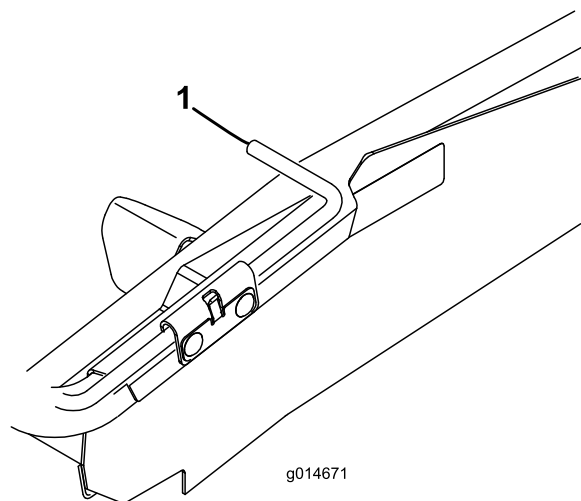
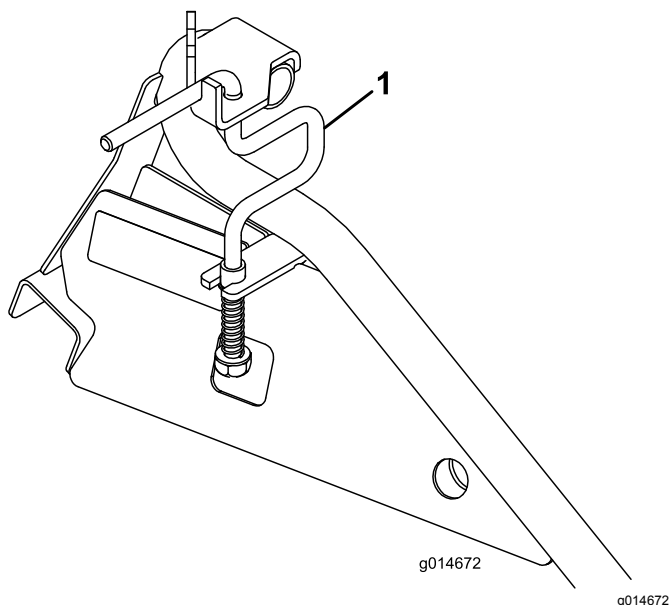

Рисунок 13
Рисунок 14
2. На плоских рампах поверните рулевые тяги вверх (Рисунок 13), а на рампах с рейлингами поверните рулевые тяги параллельно рампе (в открытое положение) (Рисунок 14).
- На плоской рампе поверните рулевые тяги вниз на транспортные колеса газонокосилки (Рисунок 13).
- На рампе с рейлингом поднимите рулевые тяги и поверните их за транспортные колеса газонокосилки (Рисунок 14).